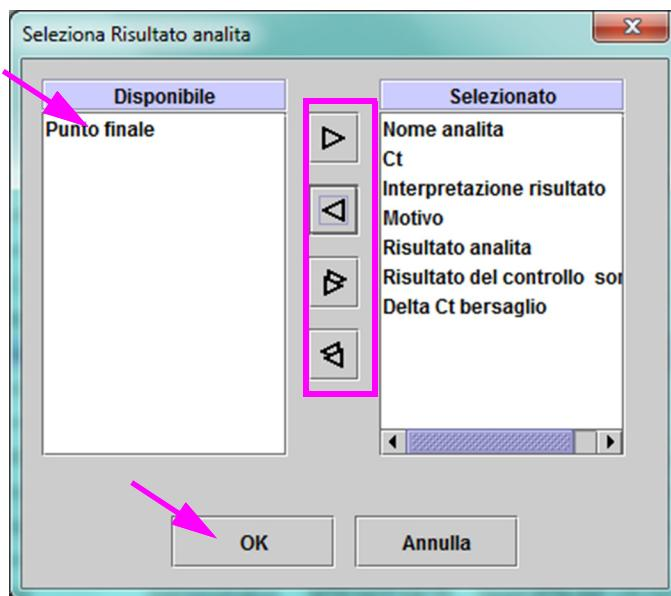

Figura 5-58. Finestra di dialogo Selezione risultato analita
- Opzionalmente, per stampare il rapporto, andare al percorso salvato, aprire il rapporto di analisi e stamparlo. Verrà stampato un rapporto del test simile a quello presentato nella Figura 5-58 e nella Figura 5-59. L'ultima pagina del rapporto di analisi contiene un blocco di firma per l'approvazione dei rapporti di analisi stampati.